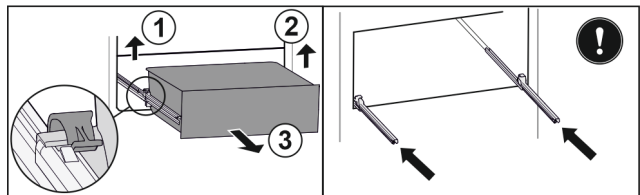

Fig. 142
- ▶ Повдигнете лявата скоба и едновременно с това изтеглете напред чекмеджето отляво. Fig. 142 (1)
- ▶ Повдигнете дясната скоба и едновременно с това изтеглете напред чекмеджето отдясно. Fig. 142 (2)
- ▶ Извадете чекмеджето напред. Fig. 142 (3)